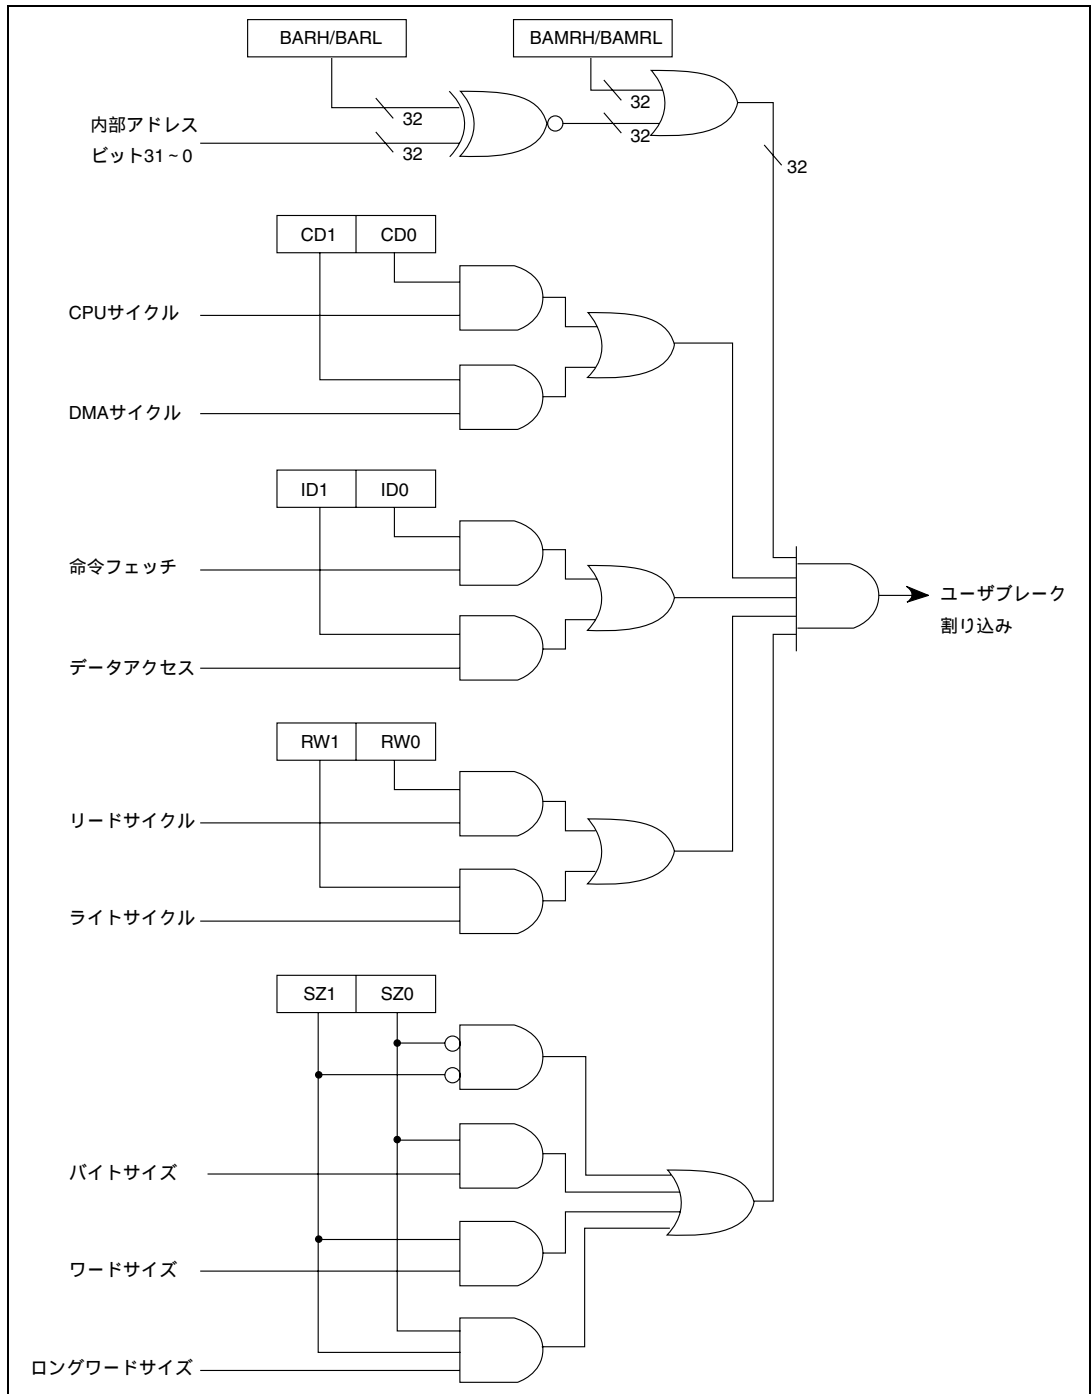

図 6.2 ブレイク条件判定方式
- (1) ブレイク条件のうち、ブレイクアドレスをブレイクアドレスレジスタ (BAR)、アドレスの中のマスクしたいビットをブレイクアドレスマスクレジスタ (BAMR)、ブレイクするバスサイクルの接続をブレイクバスサイクルレジスタ (BBR) に設定してください。BBRのCPUサイクル/DMAサイクルセレクトビット (CD1、CD0)、命令フェッチ/データアクセスセレクトビット (ID1、ID0)、リード/ライトセレクトビット (RW1、RW0) のいずれか1組でも00 (ユーザブレイク割り込みは発生させない) にセットされていると、他の条件が一致してもユーザブレイク割り込みは発生しません。ユーザブレイク割り込みを使用したいときは、必ずこれら3組のビットすべてに条件を設定してください。
- (2) UBCは、設定した条件が成立したかどうかを図6.2に示す方式で判定します。ブレイク条件が成立すると、UBCは割り込みコントローラ (INTC) に、ユーザブレイク割り込み要求信号を送ります。
- (3) ユーザブレイク割り込み要求信号を受け取ると、INTCは優先順位の判定を行います。ユーザブレイク割り込みは優先レベル15なので、ステータスレジスタ (SR) の割り込みマスクビット (I3 ~ I0) がレベル14以下のとき、受け付けられます。I3 ~ I0ビットがレベル15のとき、ユーザブレイク割り込みは受け付けられませんが、受け付けられるようになるまで保留されます。したがって、NMI例外処理では、I3 ~ I0ビットはレベル15になりますので、NMI例外サービスルーチン中はユーザブレイク割り込みは受け付けられません。ただし、NMI例外サービスルーチンの先頭でI3 ~ I0ビットをレベル14以下に変更すれば、その後ユーザブレイク割り込みが受け付けられるようになります。優先順位判定の詳細については、「5. 割り込みコントローラ」を参照してください。
- (4) INTCは、ユーザブレイク割り込みの要求信号をCPUに送ります。これを受け取ると、CPUはユーザブレイク割り込み例外処理を開始します。割り込み例外処理の詳細については、「5.4 動作説明」を参照してください。